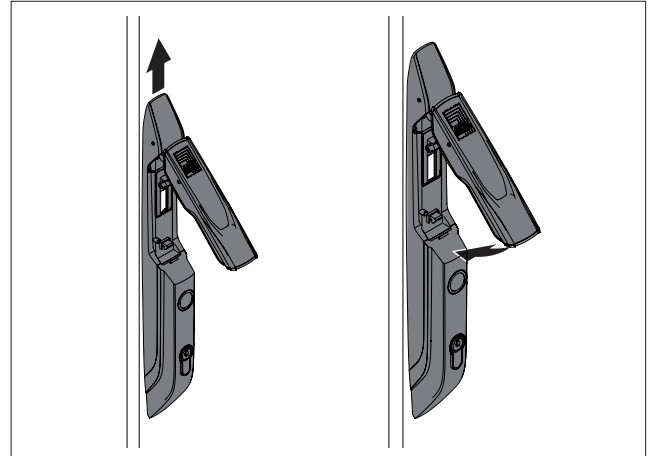

Abb. 8: Schließen des Griffs (Rechtsanschlag – Linksanschlag entsprechend)
- Schieben Sie den Griff nach oben und schließen Sie ihn (Abb. 8).